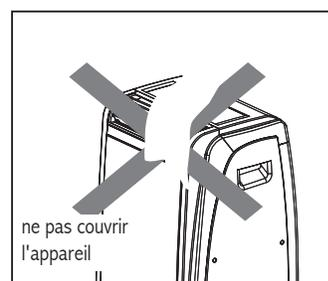

Fig. 24.
- N'obstruez pas l'admission ou la sortie d'air (fig. 24). Laissez les grilles dégagées.